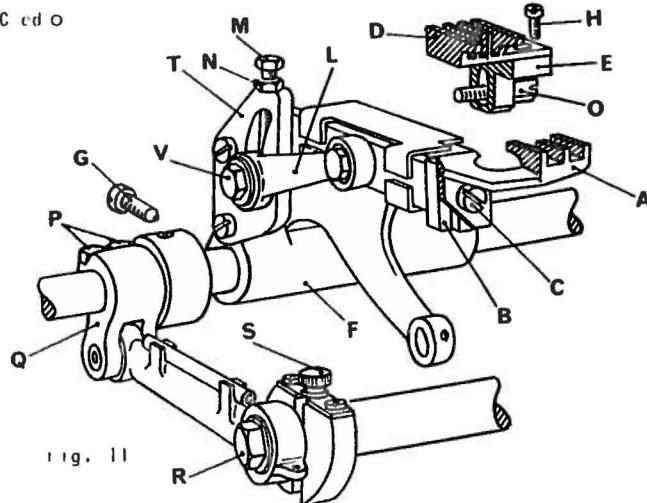

Fig. 11
6. Montaggio e regolazione griffe (fig. 11)
Centratura griffe (fig. 11)
Regolazione differenziale (fig. 11)
- Per regolare la lunghezza del punto, si deve allentare il dado R (fig. 11) e ruotare la vite S dell'allungamento: in senso orario si accorcia il punto, in senso antiorario si allunga. Il dado R si allenta girandolo verso destra.